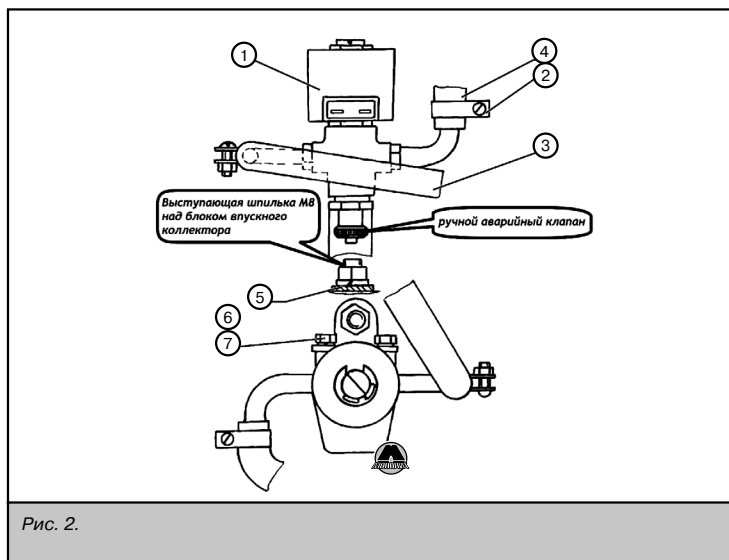
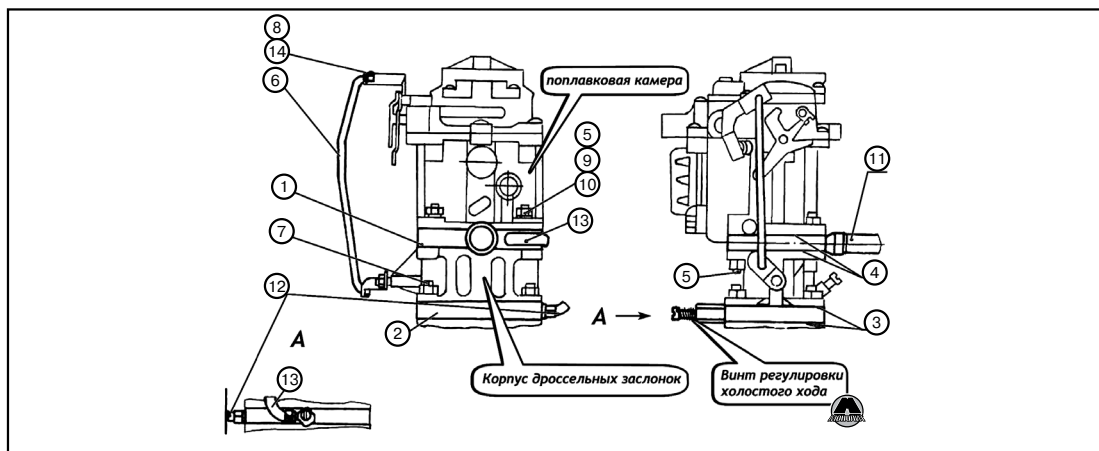

Рис. 2.
Рис. 5. Установка проставок-смесителей.
Закрепить шланг подачи газа от редуктора к проставке основной на рис.5 (1) карбюратора при помощи 2-х хомутов. Закрепить вакуумный шланг от редуктора к нижней проставке на рис.5 (2) карбюратора при помощи 2-х хомутов. Закрепить шланг (13) холостого хода, соединяющий основную проставку (1) и нижнюю проставку (2) при помощи двух хомутов. Закрепить шланг подачи газа от редуктора высокого давления на рис.4 (23) к ЭМК газа с фильтром при помощи двух ниппелей уплотнительных на рис.2 (6) и накидных гаек (7). Причем конец шланга с ниппелем, изогнутым под углом 90°, присоединить к входному штуцеру (14), пропустить шланг, внутрь кронштейна (5) и изогнув, подсоединить второй конец с прямым ниппелем к выходному штуцеру редуктора высокого давления на рис.4 (23).
Соединить демонтированным шлангом (рис.4, поз. 14) кран отопителя и штуцер (4) кронштейна редуктора высокого давления (8) и закрепить при помощи снятых ранее хомутов. Соединить штуцер (4) выхода теплоносителя из кронштейна (8) и патрубок отопителя трубкой (11) при помощи шланга (15,13) и закрепить 4-мя хомутами (3). Закрепить шланг на рис.4 (12) аварийного сброса газа от штуцера (5) редуктора высокого давления к тройнику (9) при помощи 2-х хомутов (2). Закрепить шланг на рис.3 (16) отвода газа от предохранительного клапана к тройнику (9) при помощи 2-х хомутов (2). Закрепить шланг на рис.4 (17) отвода газа от тройника (9) при помощи хомута поз.2 и на раме при помощи 2-х скоб на рис.2 (3), болтов (4), гаек (5) и шайб (6).
- собрать ЭМК бензина (рис.2, (1)) с кронштейном поз.5 при помощи 2-х болтов (6) и шайб (7). Установить ЭМК бензина с кронштейном на выступающей шпильке М10 над блоком впускного коллектора, предварительно сняв гайку и шайбу. Соединить повернутую вниз выходную трубку фильтра тонкой очистки бензина с входной трубкой ЭМК бензина шлангом (3). Соединить выходную трубку ЭМК бензина с входной трубкой карбюратора шлангом (поз.4).